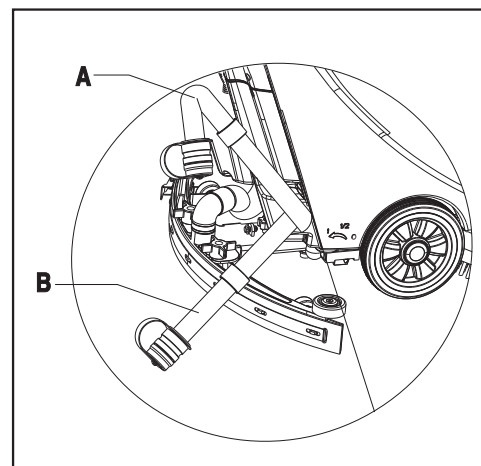

FIGURA 8
2. Levante el conjunto de la escobilla (14).
4. Tome el mango (2) e incline suavemente la máquina hacia atrás hasta que la rueda de guía toque el suelo.
5. Retire la manguera de drenaje de la pinza, doble el extremo superior de la manguera de drenaje (A, Figura 8), y luego retire el tapón de la manguera de drenaje. Baje la manguera a un nivel bajo o en el suelo para drenar el agua. Alternativamente, coloque la manguera de drenaje en una posición baja o en el suelo para que la salida de agua quede boca abajo (B, Figura 8), y luego torcer abriendo la tapa de drenaje para drenar el agua residual del depósito. Una vez completado el drenaje, enjuague el interior del depósito de recuperación con agua limpia
Al drenar el agua residual, la manguera de drenaje debe ser doblada o bajada a una posición más baja (Figura 8 A o B), y la tapa retirada para drenar las aguas residuales. No permita que se abra la manguera de drenaje hacia arriba, ya que podrían mojar al usuario.